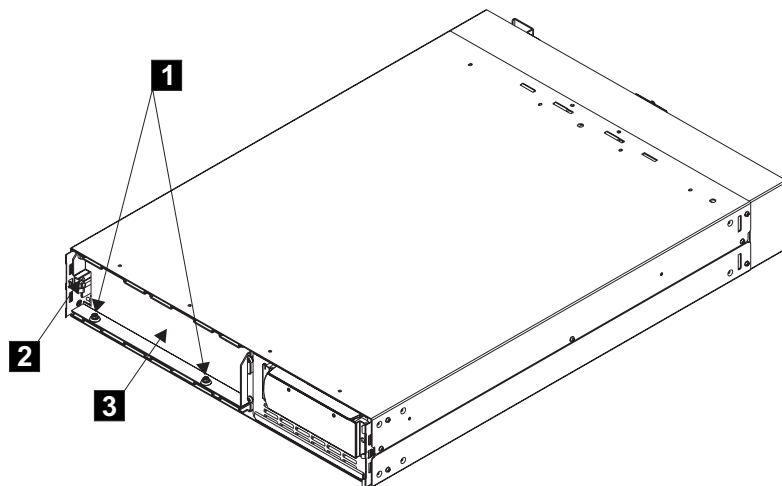

図 276. バッテリー保持ブラケットの取り付け
- a. バッテリー保持ブラケット (図 276 の **3**) を再取り付けします。